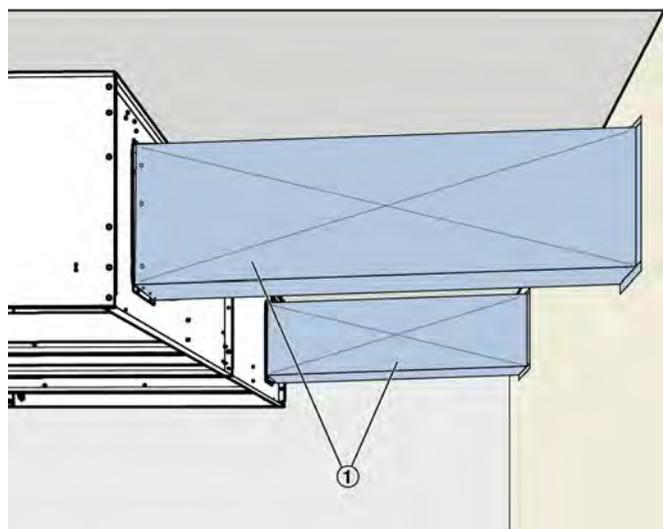

Abb. 34: Luftleitung an Zarge anschließen
8. ▶ Luftleitung (Abb. 34 /1) zwischen Zarge und Wandöffnung herstellen. Dabei auf Dichtigkeit der Anschlüsse achten. Kondensatbildung muss durch geeignet Maßnahmen, z.B. Dämmung der Leitungen, verhindert werden.